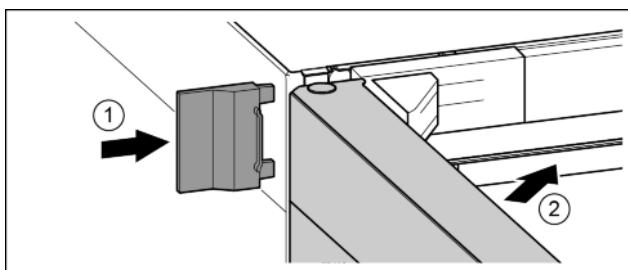

Fig. 17
- Надвинуть внешнюю крышку. Fig. 17 (1)
- Закрыть верхнюю дверь. Fig. 17 (2)